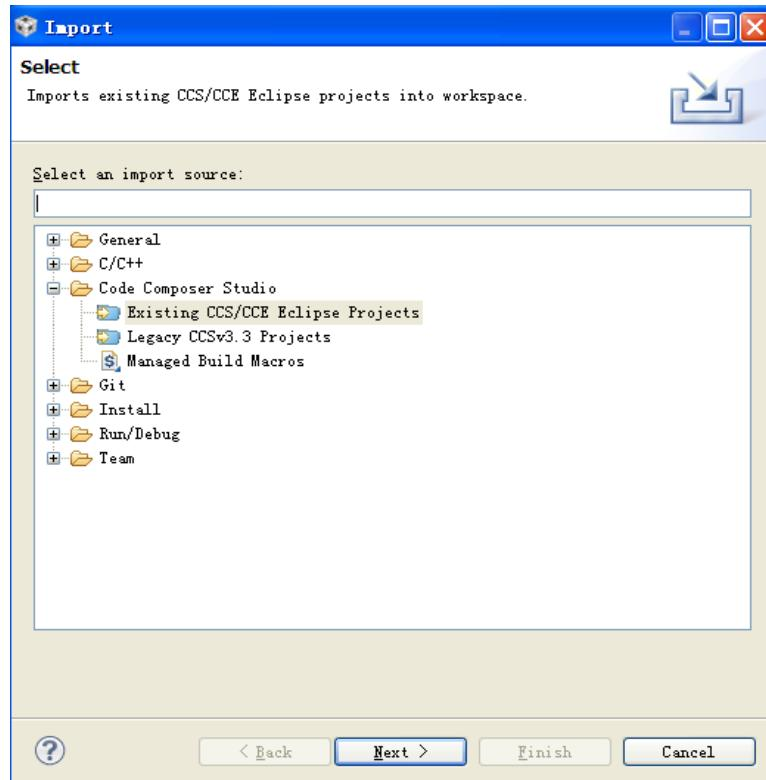

图 1.8 导入新的CCSv5 工程文件
(1) 在此以实验一的工程为例进行讲解, 首先打开 CCSv5.1 并确定工作区间: F\ MSP-EXP430F5529\Workspace, 选择 File-->Import 弹出图 1.8 对话框, 展开 Code Composer Studio 选择 Existing CCS/CCE Eclipse Projects。